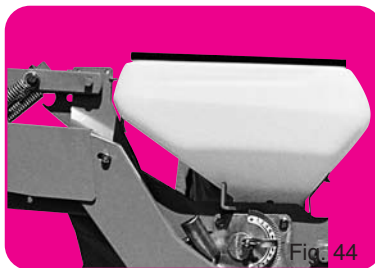

Fig. 44
- Trémie contenance 20 litres (au lieu de 40 litres) (fig. 44)
- 20 liter hopper (instead of 40 liter capacity) (fig. 44)
- Saatgutbehälter 20 Liter (anstatt 40 Liter). (Abb. 44).